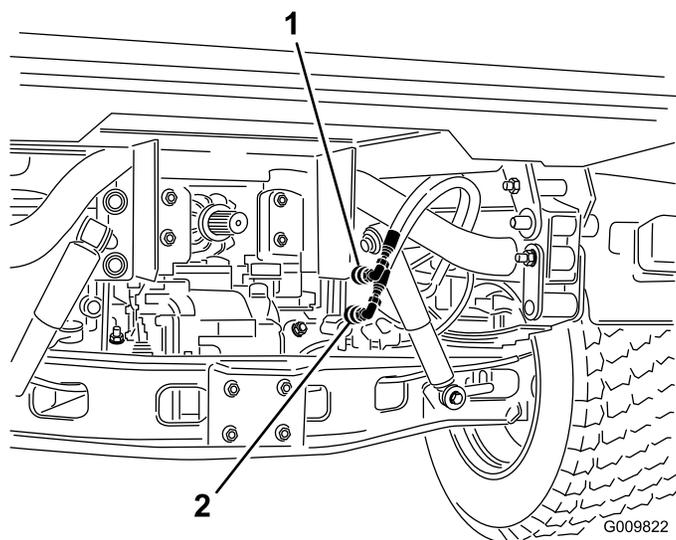

Рисунок 75
2. На обоих автомобилях отсоедините по два шланга быстроразъемных муфт от шлангов, прикрепленных к кронштейнам муфт (Рисунок 75).